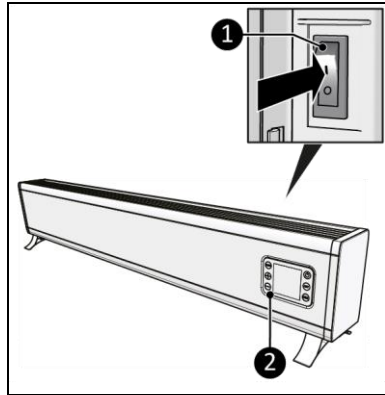

Figure 14
1. Mettez le commutateur ON/OFF sur la position ON (figure 14, pos. 1).
2. L'écran (figure 14, pos. 2) affiche OFF.